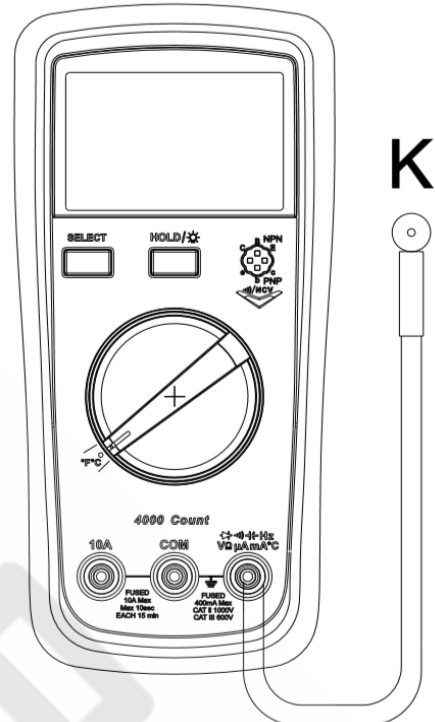

Рисунок 7
9.10. Измерение температуры (доступно только в модели UT39C+) (см. рисунок 7)